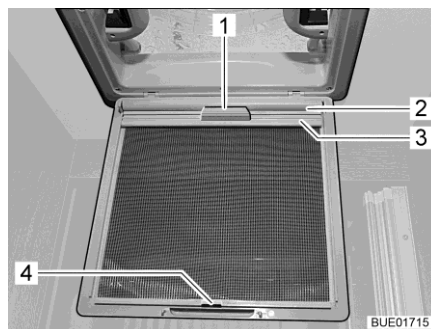

Bild 106 Verdunklungsrollo (Dachhaube)
- Verdunklungsrollo (Bild 106,2) am Griff (Bild 106,1) herausziehen und Halteleiste (Bild 106,3) in den Haken (Bild 106,4) am Insektenschutz einhängen.
- Halteleiste (Bild 106,3) vom Haken (Bild 106,4) lösen und Verdunklungsrollo (Bild 106,2) am Griff (Bild 106,1) langsam zurückführen.